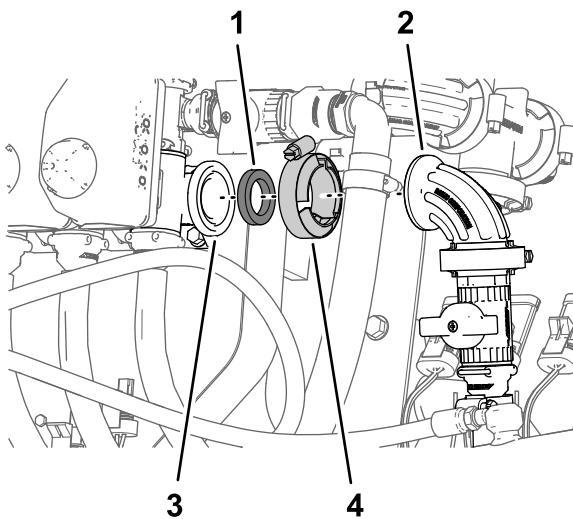

Figura 137
- Montate il raccordo a 90° della valvola di intercettazione per il kit asta di irrorazione o il kit avvolgitubo elettrico opzionali sulla flangia della valvola dell'ugello 10 con il morsetto flangiato e la guarnizione che avete rimosso al passaggio 1 e serrate il morsetto manualmente (Figura 137).